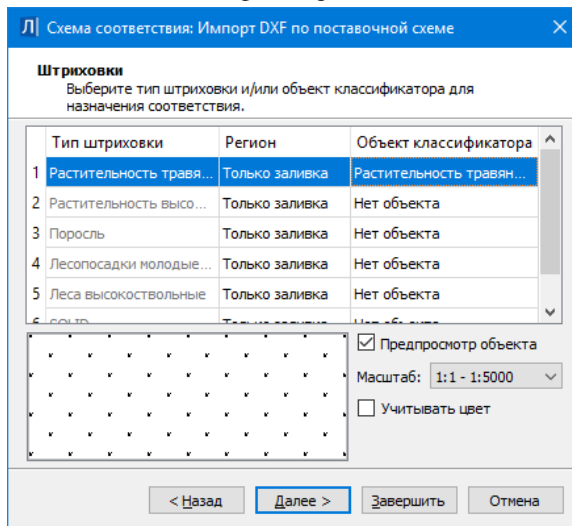

Рис.15.5
- Для типов штриховок (рис. 15.5) – в виде штриховки региона и/или площадного объекта классификатора.